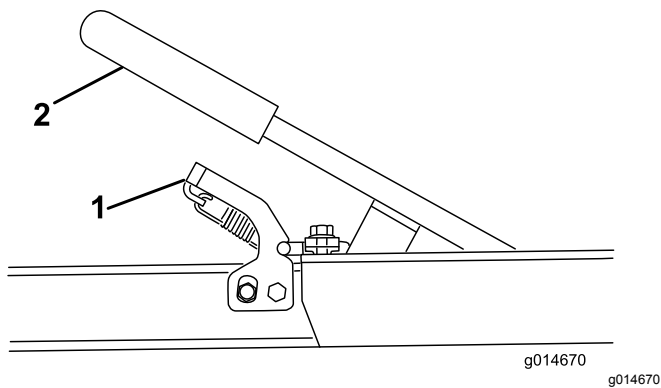

图11
1. 在控制拖车底板和握住手柄的同时向下按压门锁总成并提升手柄 图11。将拖车降落到地面上。
7. 向下推动手柄直至拖车总成在门锁总成中锁定图11。